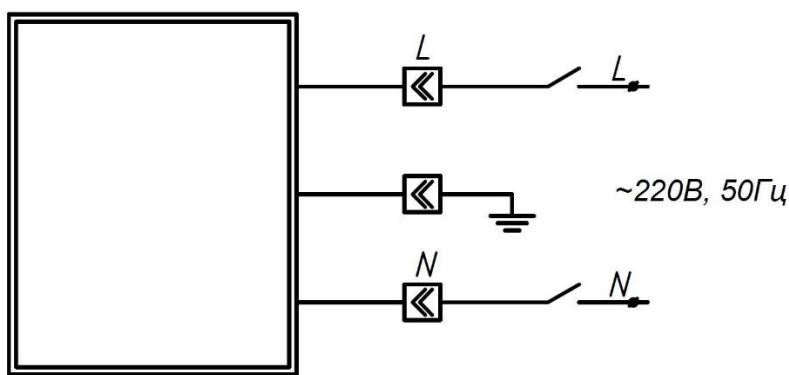

Рис. 1. Схема подключения
- 3.6. Подключить питающий кабель согласно «Схемы подключения» - Рис. 1.